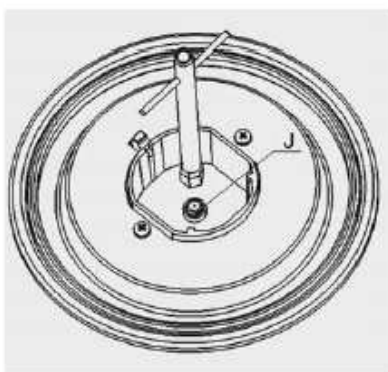

Figure 6
2. ใช้ประแจ ขันหัวฉีดออก ตามตำแหน่ง J เปลี่ยนหัวฉีดที่เหมาะสม(Fig 6)